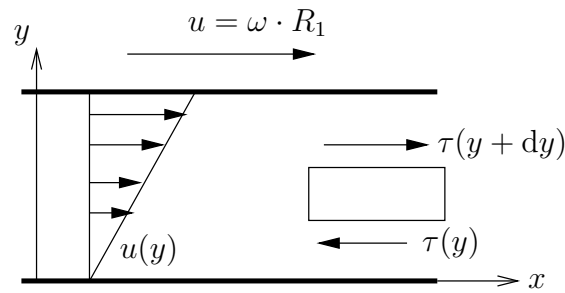

Abbildung 2: Ebene Couette-Strömung
b) Näherungsweise handelt es sich um eine ebene Couette-Strömung (Abb. 2), da $d \ll R_2$.